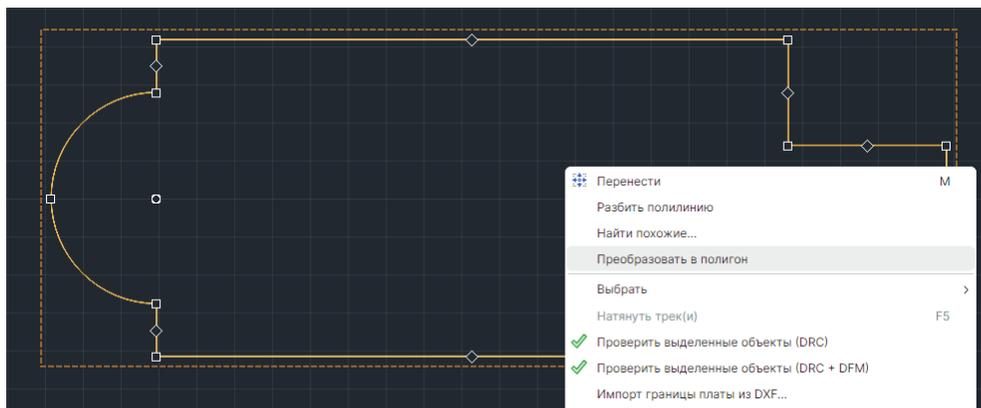

Рис. 137 Преобразование полилинии в полигон
7. Преобразуйте объединенную полилинию в полигон инструментом «Преобразовать в полигон» из контекстного меню, см. Рис. 137.